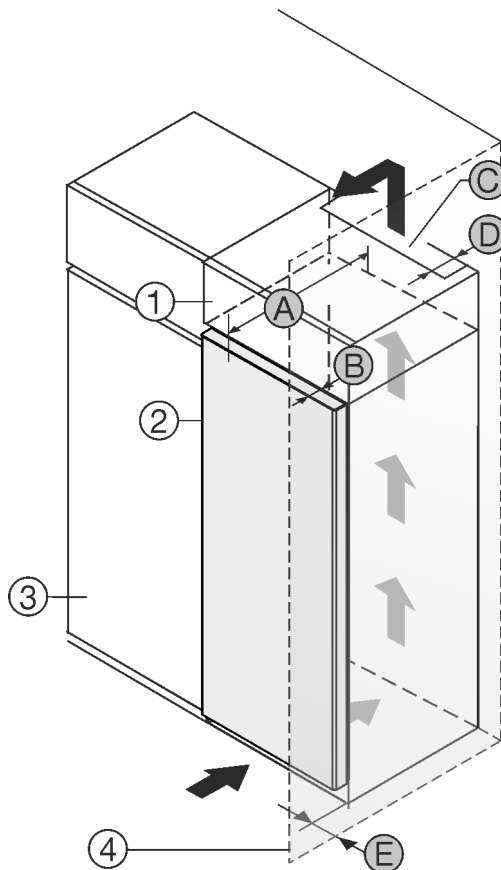

Fig. 1
Vous pouvez placer le réfrigérateur directement à côté de l'armoire de cuisine Fig. 1 (3)\*
Une sortie d'air avec la profondeur Fig. 1 (D) doit être présente au dos de la rehausse sur toute sa largeur.\*
La section de ventilation Fig. 1 (C) sous plafond doit être respectée.\*
Si le réfrigérateur est installé avec les charnières près d'une paroi Fig. 1 (4), la distance entre le réfrigérateur et la paroi doit être d'au moins 13 mm.\*
Si le réfrigérateur est installé avec les charnières près d'une paroi Fig. 1 (4), la distance entre le réfrigérateur et la paroi doit être d'au moins 20 mm.\*
Pour pouvoir ouvrir complètement les portes, le réfrigérateur doit dépasser de la profondeur de la porte Fig. 1 (B) par rapport à la façade du placard. L'appareil peut déborder encore plus en fonction de la profondeur des placards Fig. 1 (3) et de l'utilisation de cales d'épaisseur.\*